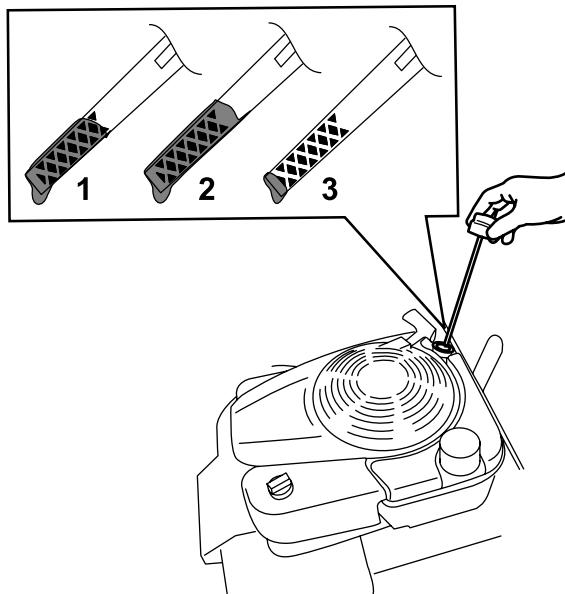

Figura 22
- Girate il tappo in senso antiorario ed estraete l'asta di livello (Figura 22).
10. Controllate il livello dell'olio sull'asta (Figura 22).